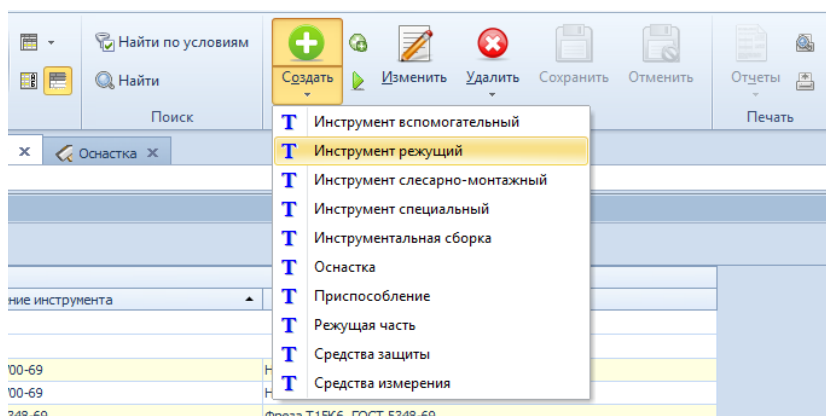

Рисунок 217. Пример выбора типа инструмента
- 1 На панели инструментов в выпадающем меню кнопки **Создать** выбрать нужный тип (рис. 217).